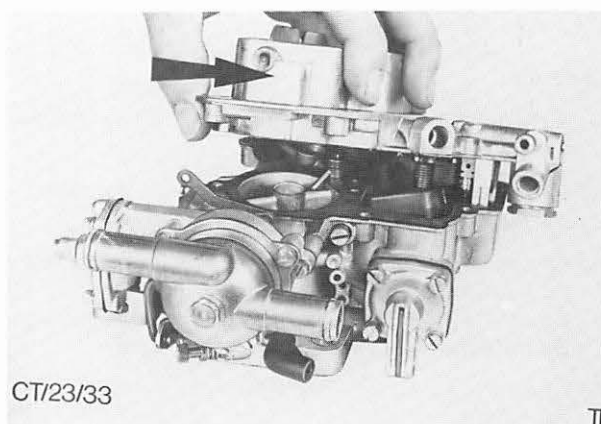

Abb. 64 Vergaserdeckel abbauen
3. 6 Schrauben im Vergaserdeckel entfernen und Vergaserdeckel abheben. Abb. 64.